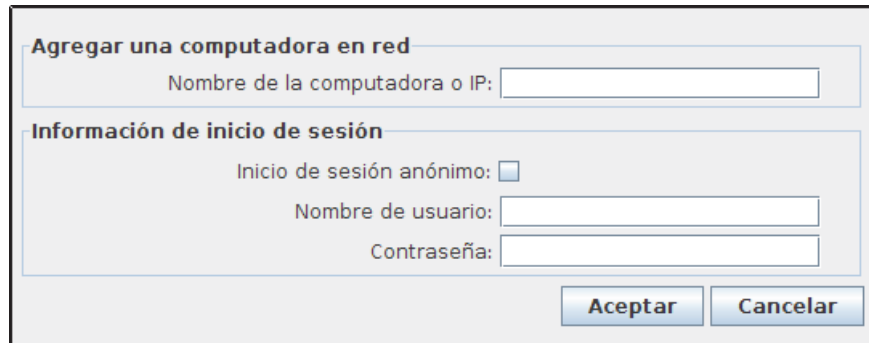

Figura 8-13 Cuadro de diálogo Add a Networked Computer (Agregar un equipo en red)
1. Seleccione Add (Agregar) para añadir un equipo en red. Aparece el cuadro de diálogo Add a Networked Computer (Agregar un equipo en red) (Figura 8-13).